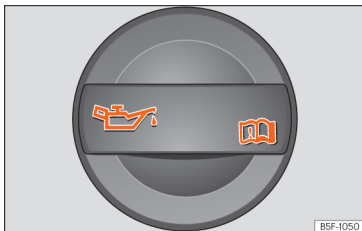

Fig. 288 Vano motore: tappo del bocchettone di rifornimento dell'olio motore.
- Svitare il tappo del bocchettone di rifornimento dell'olio motore »» » **fig. 288**.